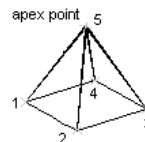

图 13-26 四棱锥台
3) Specify apex point of pyramid 用户直接输入顶点 (如点 24), 则形成类似图 13-26 所示的四棱锥台。